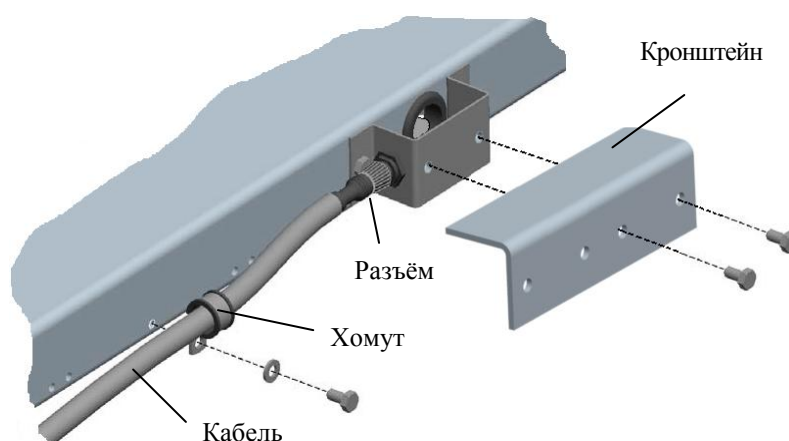

Рис. 4.3 - Подключение кабеля
- 4.2.5 Подключите к модулю кабель. Закрепите кабель хомутом и привинтите защитный кронштейн (Рис. 4.3).
- 5.2.10 Подключите к модулю кабель. Закрепите кабель хомутом и привинтите кронштейн (Рис. 4.3).
6.2.5 Подключите к модулю кабель. Закрепите кабель хомутом и привинтите кронштейн (Рис. 4.3).
- 7.2.4 Подключите к модулю кабель. Закрепите кабель хомутом и привинтите защитный кронштейн (Рис. 4.3).
- 8.2.9 Привинтите кронштейны (4 шт.) для защиты разъёмов от механических ударов (Рис. 4.3).
- 9.2.7 Подключите к модулю кабель. Закрепите кабель хомутом (Рис. 4.3).